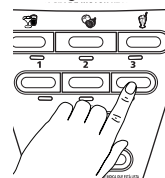

Fig. 22
1. Presione este botón para poner el artefacto en funcionamiento a velocidad máxima (Fig. 22).